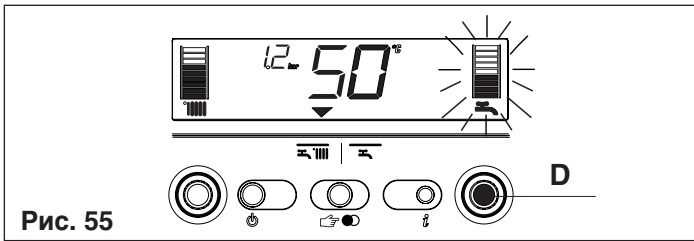

Рис. 55
**СЛУЧАЙ С** только отопление + внешний бойлер-аккумулятор с датчиком: для регулирования температуры ГВС, находящейся в бойлере аккумуляторе, поверните регулятор температуры D (рис. 55): по часовой стрелке – увеличение температуры, против – уменьшение. Сегменты столбца на дисплее будут загораться (через каждые 3°C) по мере того, как температура будет увеличиваться. После установки температуры, приблизительно через 4 секунды, изменение будет сохранено и дисплей снова начнет показывать температуру в прямом трубопроводе, измеряемую датчиком, установленным на первичном контуре.